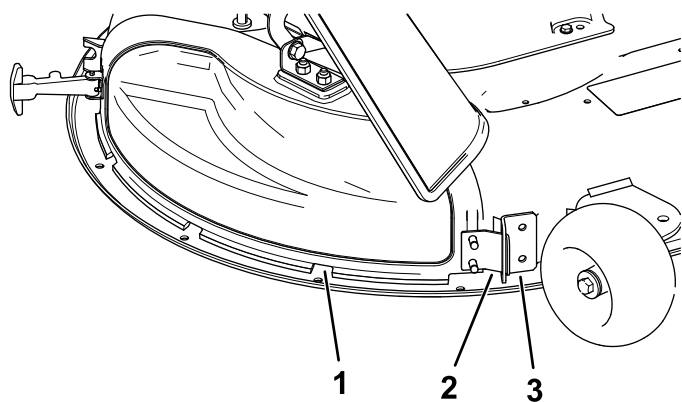

Figura 13
5. Înclinai proeminența metalică de pe capacul de evacuare în afara fantei din suportul sudat de pe puntea mainii de tuns iarba (Figura 13).